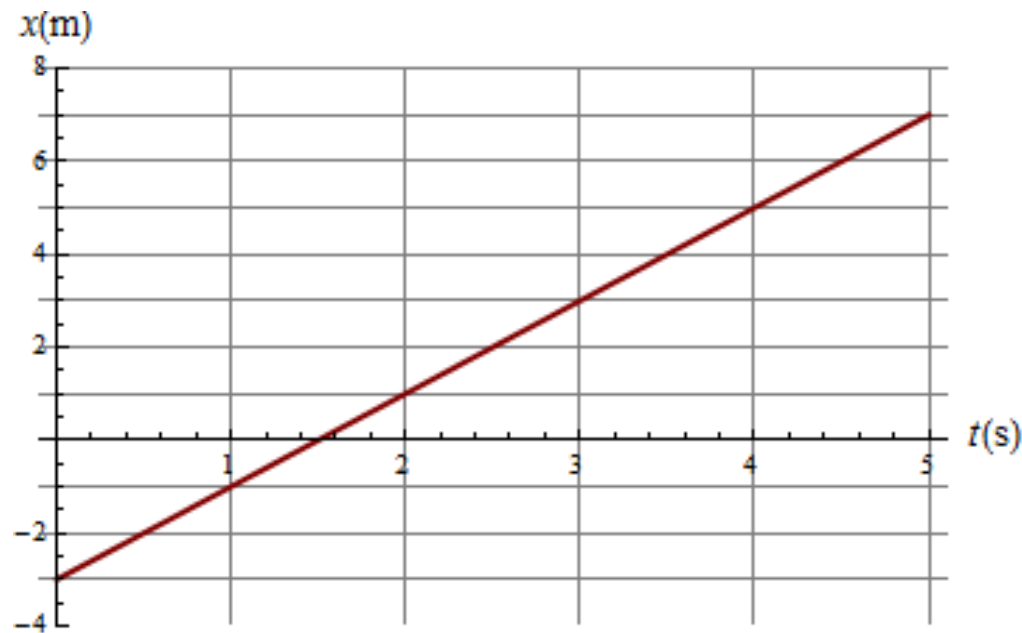

Figura 1
- 7.-Ya que se presenta un movimiento rectilíneo uniforme (figura 1) las pendientes de las graficas que realizaste en el punto 5, serán las velocidades asociadas a las esferas en la glicerina.
- 8.-Las velocidades obtenidas en el punto 6 debes de compararlas con las obtenidas de manera teórica en la ecuación (9).